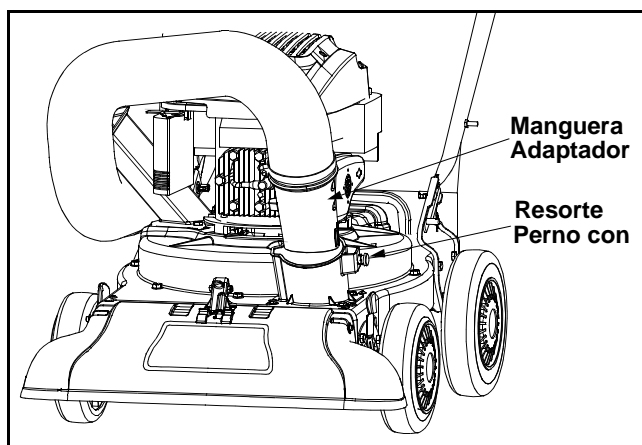

Figura 3
- Deslice el adaptador para manguera del montaje de la misma hacia el interior del adaptador base ubicado a la izquierda y al frente de la aspiradora para patios. Ver Figura 3.